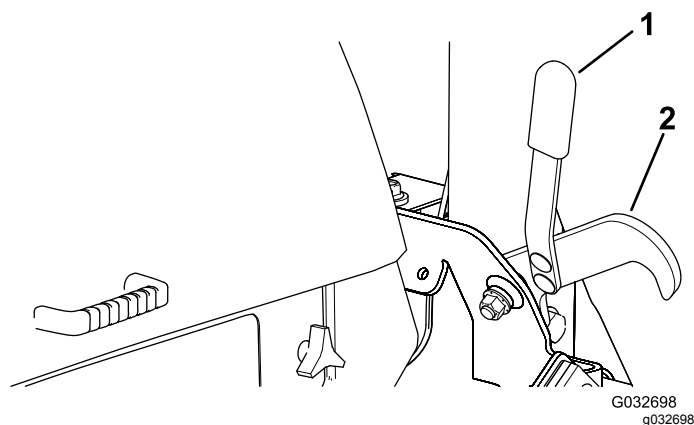

図 29
2. ハンドルを使ってデッキを上昇位置にロックしているラッチを外す (図 29)。